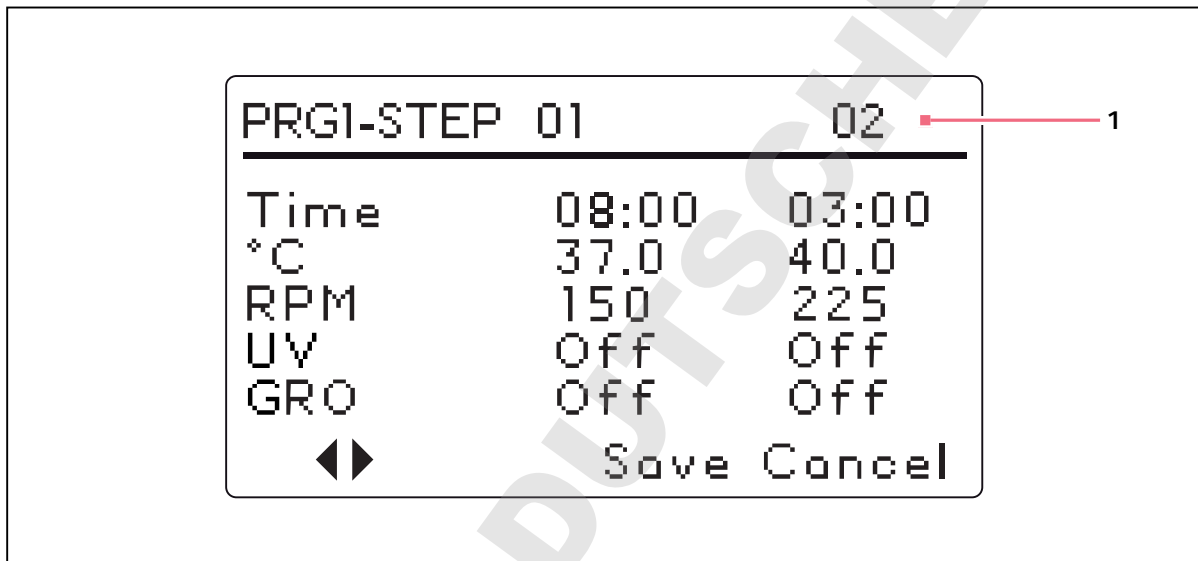

Fig. 5-13: Programme 1, étape 2
6. Pour régler la température désirée (°C de 4 à 80) pour la période que vous avez définie, tourner le bouton de commande (vers la gauche pour réduire, vers la droite pour augmenter). Lorsque la valeur désirée apparaît, cliquer sur le bouton de commande pour sauvegarder le réglage. Nous mettrons la température sur 37°C pour l'étape 1 (voir Fig. 5-13 à la page 57).
8. Tourner le bouton de commande pour sélectionner la vitesse d'agitation désirée (25 à 400 RPM) pour cette période de temps, puis cliquer sur le bouton de commande pour sauvegarder le réglage. Nous mettrons la vitesse de l'étape 1 sur 150 RPM (voir Fig. 5-13 à la page 57).
9. Pour programmer l'étape 2 (voir Fig. 5-13 à la page 57): utiliser le bouton de commande pour sélectionner les flèches en bas à gauche de l'écran. Appuyer sur le bouton de commande pour que les flèches clignotent, puis tourner le bouton de commande vers la droite jusqu'à ce que l'étape 2 apparaisse. Appuyer sur le bouton de commande pour travailler sur cet écran et répéter les étapes 3-10.